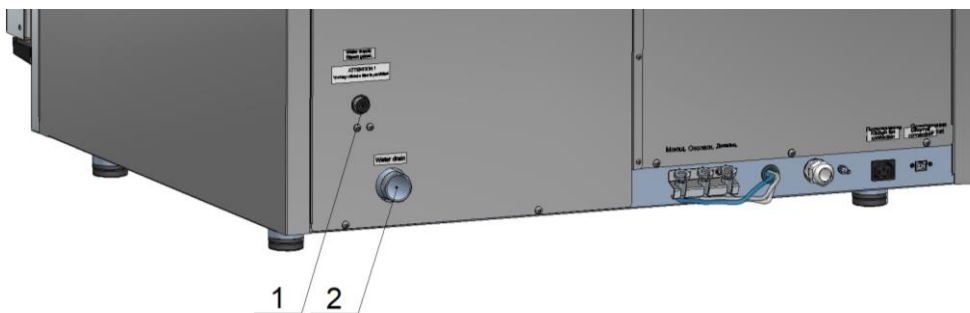

Рис. 4. Подключение к системе водоснабжения и канализации
- G1/2, наружная резьба (см. рис. 4, поз. 1). Подключать через водоумягчительную установку (водородно-ионного обмена) или фильтр воды. Рекомендуется использовать фильтр BRITA PURITY C300 Quell ST. При затяжке подводящего шланга рекомендуется не превышать усилие затяжки во избежание нарушения резьбы на пластиковом корпусе расходомера.
- G3/4, наружная резьба (см. рис. 4, поз. 2) – душевое устройство. Допускается подключать к не-подготовленной воде.
- подключить пароконвектомат к системе канализации (рис. 5) через соединение резьбой G1¼ (рис. 4, поз. 2). Для подключения в комплект поставки входит труба гибкая K215. Подключение к канализации выполнить с разрывом струи не менее 20 мм от верха приемной воронки (СНиП 2.04. 01-85 п. 17.11).